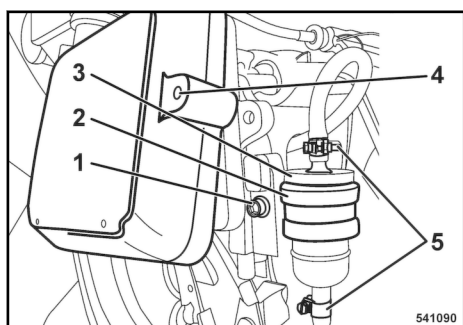

Fig. 62
Desenroscar o parafuso de fixação (4) ↪ Fig. 62 dos dois lados da tampa do filtro do ar.